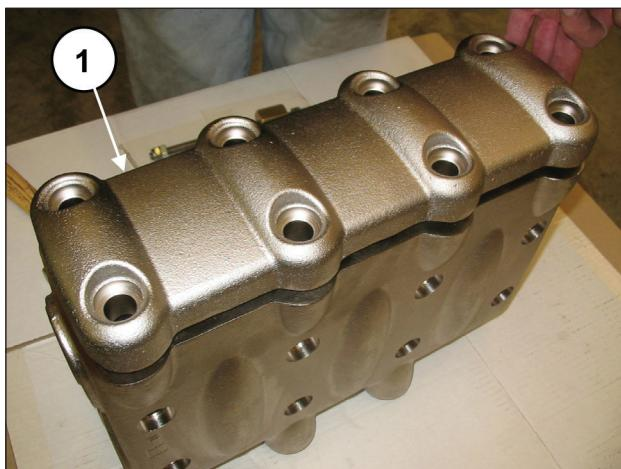

Fig. 89
Dévisser les 8 vis M16x55 du couvercle de soupapes (rep. ①, Fig. 88) et déposer le couvercle (rep. ①, Fig. 89).